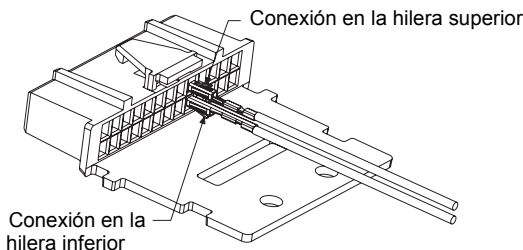

Figura 3. Orientación del terminal
El interruptor de pie para emergencias incluye un cable. Uno de los extremos del cable cuenta con dos hilos expuestos. El otro extremo tiene dos cables; uno con una lengüeta y el otro con un terminal de contacto. Consulte la *Figura 3* y realice las conexiones como se indica a continuación:
3. Inserte el cable con el terminal de contacto en el pin número 23 del conector accesorio, como se indica en la *Figura 3*.